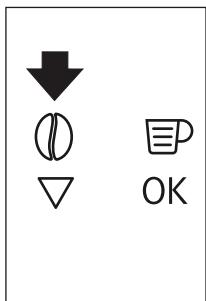

Fig. 15
- ▶ El aparato está programado para hacer café con sabor normal. También puede seleccionar café con sabor extra suave, suave, normal, fuerte o extra fuerte. Además, existe la opción de café premolido. Para seleccionar el sabor deseado, pulse varias veces la tecla táctil  (B4) (Fig. 15). Aparece el sabor de café deseado.